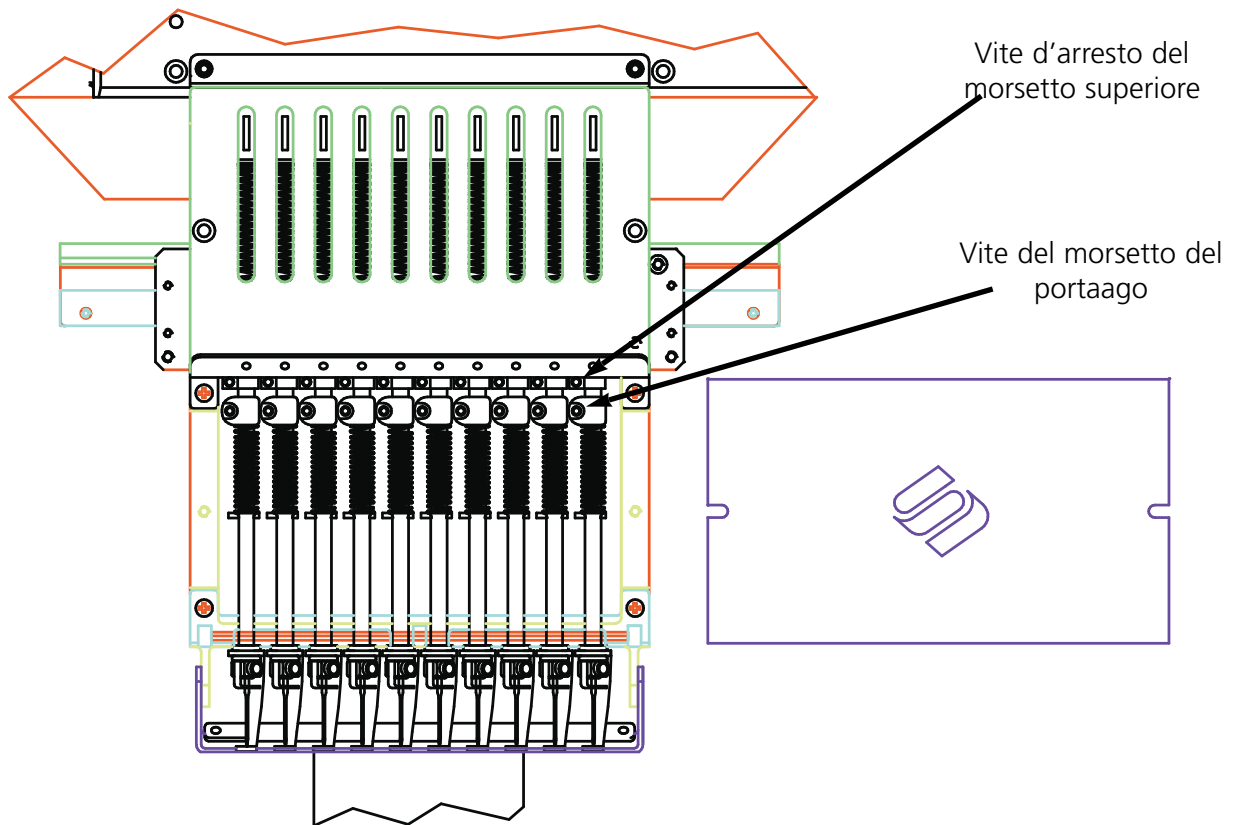

Figura 4-17
10. Allentate la vite del morsetto del portaago mostrata nella Figura 4-17.